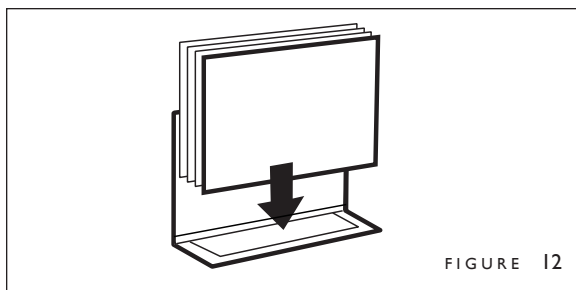

FIGURE 12
3. Pliez la première de couverture Halfback en forme de « L » en suivant la marque striée la plus proche du coin de la couverture. Veuillez à ce que le côté adhésif soit dirigé vers l'intérieur. Placez les pages du document sur le rabat le plus petit afin qu'elles recouvrent l'adhésif non fondu. Remettez la dernière de couverture en place (figure 12).